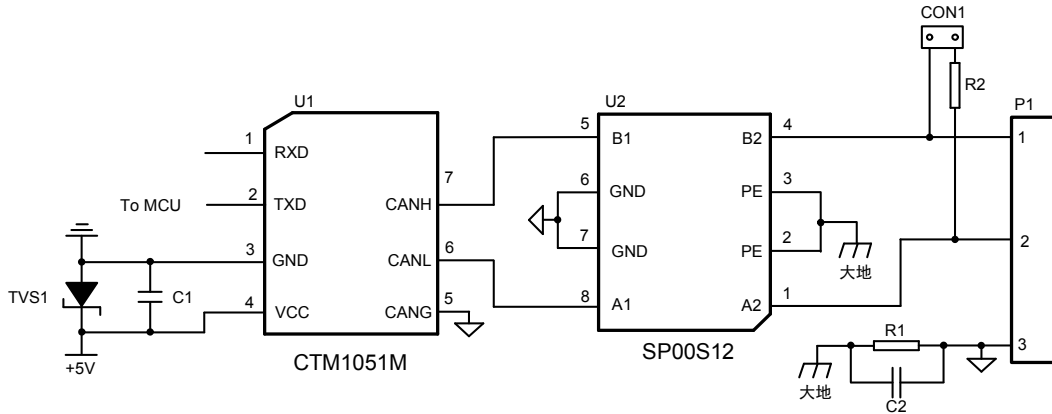
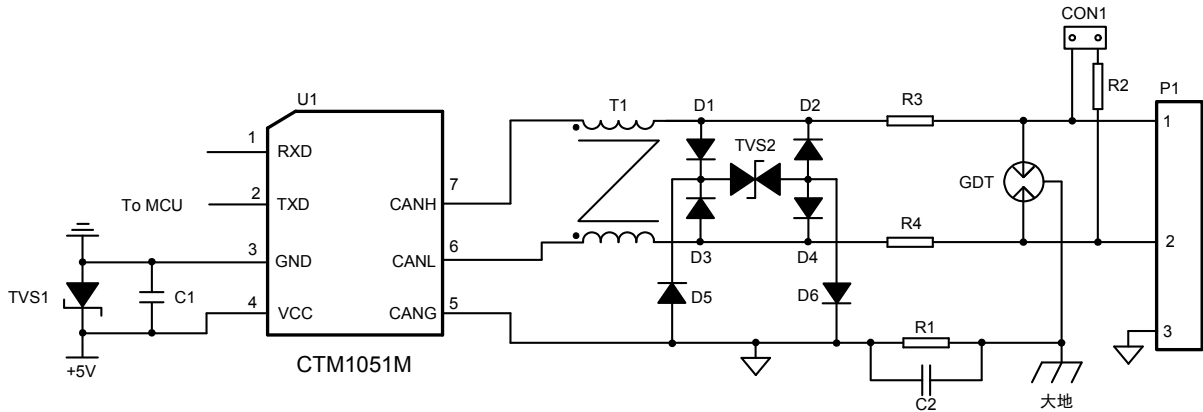

图 3 推荐应用电路 1
图 4 推荐应用电路 2
IEC/EN 61000-4-5 差模 $\pm 2\text{kV}$, 共模 $\pm 4\text{kV}$ (应用电路图 3、图 4) ⁽³⁾	Perf. Criteria B
(3) 此参数仅限于 CAN 通信端口，应用电路图 3 中的大地必须连接，浪涌抗扰度按非屏蔽对称通信线试验配置进行测试。
(4) 如没有特殊说明，本手册中的参数都是在 25 $^{\circ}\text{C}$ ，湿度 40%~75%，输入标称电压、CAN 接口 60 Ω 负载下测得。
模块应用在户外等恶劣的现场环境时，容易遭受大能量的雷击，此时需要对 CAN 信号端口添加更高等级的防护电路，保证模块不被损坏以及总线的可靠通讯。图 3、图 4 提供了两个针对大能量雷击浪涌的推荐应用电路接线图。按非屏蔽通信线试验配置进行测试，可满足 IEC/EN61000-4-5 差模 ±2kV，共模 ±4kV 浪涌等级要求。
如图 3 所示的是 CTM1051M 配合致远电子 SP00S12 信号浪涌抑制器使用的电路示意图。SP00S12 与 CTM1051M 之间的连接简单，使用方便，占板面积小。SP00S12 的详细参数请参考产品数据手册。
若需要满足特定的浪涌等级要求时，建议使用如图 4 所示的推荐保护电路，电路的参数可以根据实际测试情况进行调整。其中 CON1 为短路器，单个 CAN 总线网络上，只需要短路头尾两个节点，在总线上加入终端电阻，其他节点开路即可。如表 1 所示列出了一组推荐的电路参数，按非屏蔽通信线试验配置进行测试，可满足 IEC61000-4-5 差模 \pm 2kV，共模 \pm 4kV 浪涌等级要求。另外，组网时，建议使用屏蔽双绞线，并对屏蔽层进行可靠的单点接地。若在一些电磁干扰非常严重的场合，建议使用双层屏蔽双绞线，CANH、CANL、CANG 均进行连接，CANG 接于内层屏蔽，外层屏蔽单点接大地。